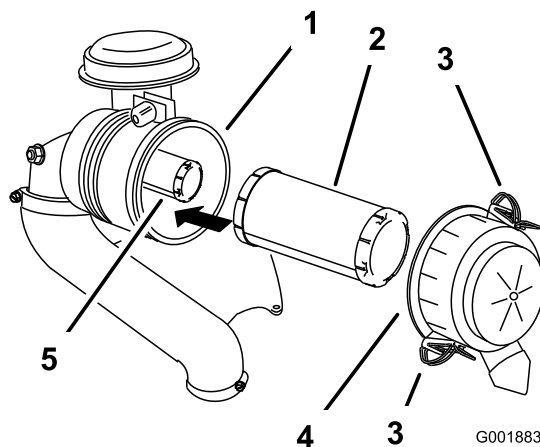

Рисунок 40
3. Освободите защелки воздухоочистителя и отделите крышку от корпуса воздухоочистителя (Рисунок 40).
5. Осторожно извлеките фильтр грубой очистки из корпуса воздухоочистителя (Рисунок 40).
2. При замене внутреннего фильтра осторожно вставьте его в корпус фильтра (Рисунок 40).
3. Осторожно вставьте фильтр грубой очистки поверх контрольного фильтра (Рисунок 40).
4. Установите крышку воздухоочистителя и закрепите ее защелками (Рисунок 40).